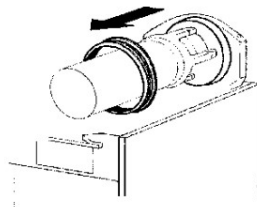

рис. 11
- 5-Снимите прокладку чаши с ее гнезда (см. рис. 11)